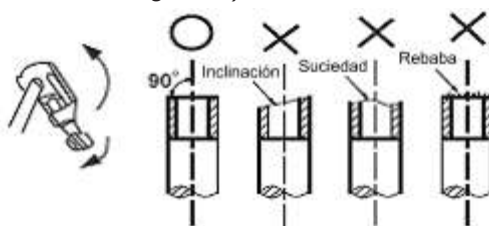

Fig. 5-10
- Corte un tubo con un cortatubos. (Consulte la Fig. 5-10)